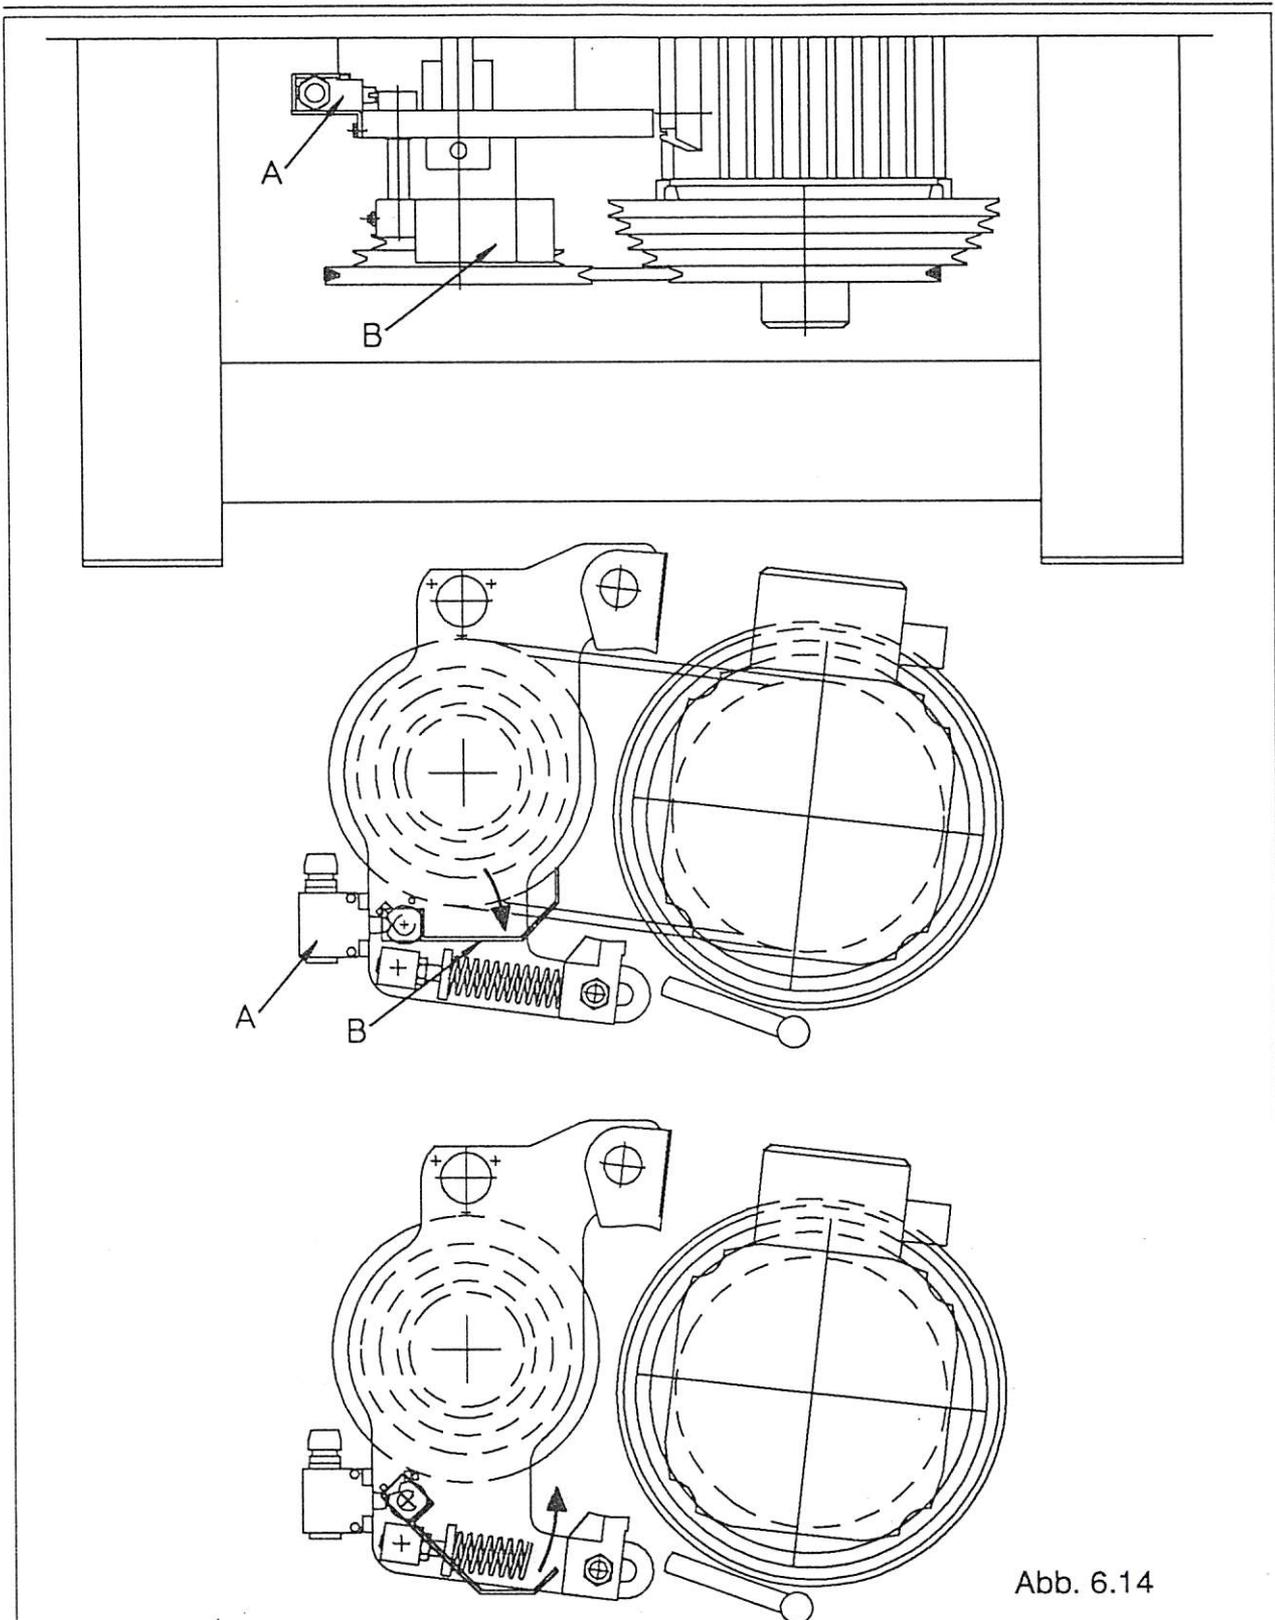

Abb. 6.14
1) 1 Endschalter (Abb. 6.14 A) (S3 im Stromlaufplan) mit positiver Wirkung, durch Flügel B betätigt, wodurch der Riemen nur in die Position für Mindestgeschwindigkeit gesetzt werden kann;